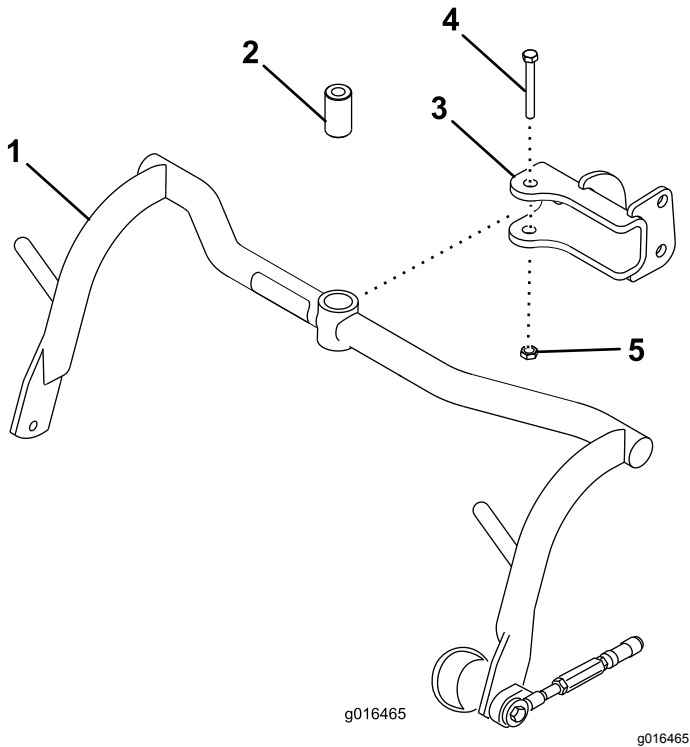

图8
1. 用隔片、螺栓 ½ x ¾ 英寸和锁紧螺母 ½ 英寸将承载架组件安装到各个 U 形销上请参阅图8。上紧扭矩至 91 113N·m。